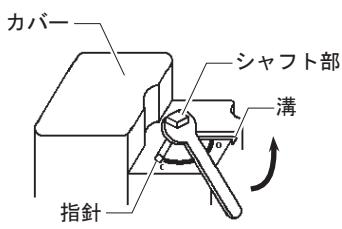

図8 手動開閉操作
- 『図8 手動開閉操作』に示すカバー上部に突起したシャフト部をスパナなどで、ゆっくりと、反時計回りに約90度（表示：C→O）回します。